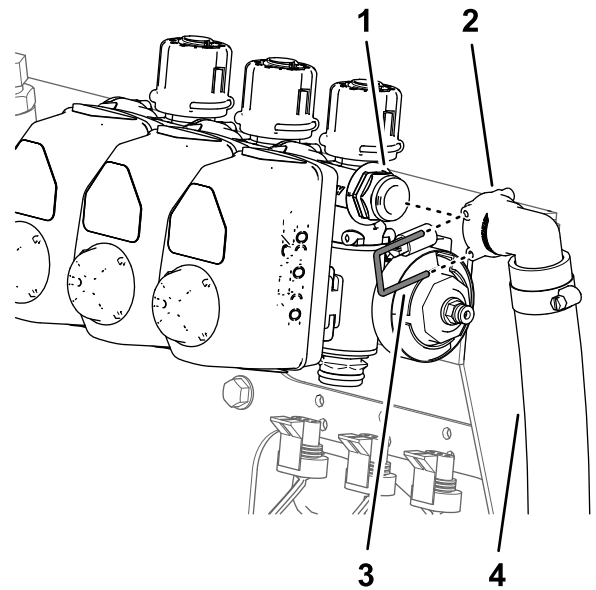

図 61
- オプションのスペーススティックキットや電動ホースリールを搭載していない車両バイパスホースのクイックディスコネクティングを右ブーム用バイパスバルブのクイックディスコネクティングに固定している小さいリテーナを外す 図 61。